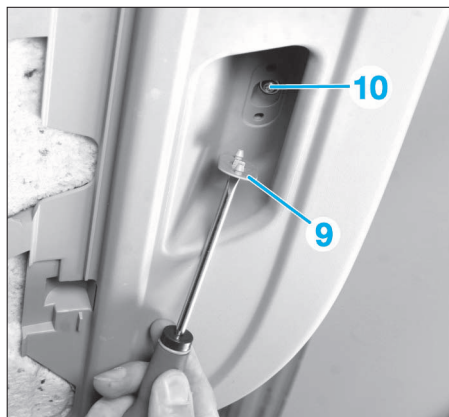

FIG. 89
- Dégager le recouvrement (9) en faisant levier et déposer la vis (10) de poignée qui se trouve en dessous (Fig.89).